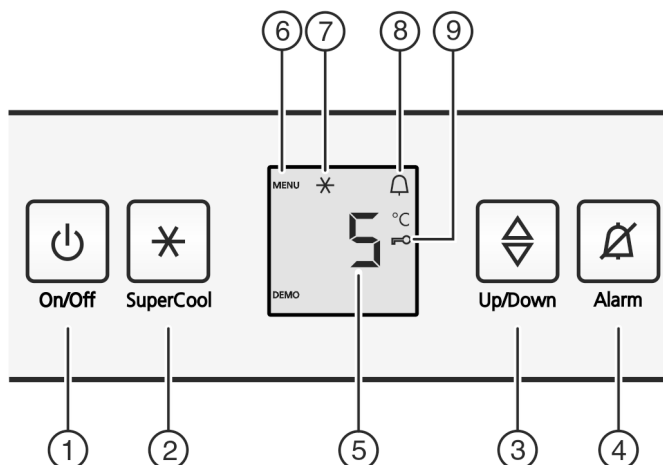

Fig. 2
- ▶ Nacisnąć przycisk On/Off Fig. 2 (1).
- ▶ Nacisnąć i przytrzymać przycisk SuperCool *Fig. 2 (2)* przez ok. 5 sekund.
- ▷ Na wskaźniku pojawia się symbol menu *Fig. 2 (6)*.
- ▶ Krótko potwierdzić przyciskiem SuperCool *Fig. 2 (2)*.
- ▷ Na wskaźniku świeci symbol zabezpieczenia przed dziećmi *Fig. 2 (9)*.
- ▶ Krótko wcisnąć przycisk On/Off *Fig. 2 (1)*.
- ▶ Nacisnąć przycisk Alarm *Fig. 2 (4)*.
- ▶ Wywoływanie funkcji temperatury: Nacisnąć przycisk ustawiania *Fig. 2 (3)*.
- ▶ Zmiana temperatury krokami po 1 °C: Tyle razy naciskać przycisk ustawiania *Fig. 2 (3)*, aż na wskaźniku temperatury pojawi się żądana temperatura.
- ▶ krótko nacisnąć przycisk SuperCool *Fig. 2 (2)*.
- ▷ Na wskaźniku świeci symbol SuperCool *Fig. 2 (7)*.
- ▷ Na wskaźniku gaśnie symbol SuperCool *Fig. 2 (7)*.